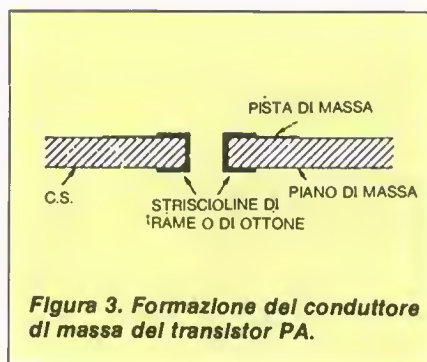

Figura 3. Formazione del conduttore di massa del transistor PA.
- 1) Inserire e saldare i collegamenti tra le due facce della basetta intorno alle piste di emettitore. Formare due spezzoni di strisce di ottone intorno allo spessore del circuito stampato, internamente al foro per il transistor, per collegare i terminali di emettitore di Q1 a massa (vedi Figura 3). Saldare questi elementi al circuito stampato, accertandosi che non vadano a toccare i terminali di emettitore.